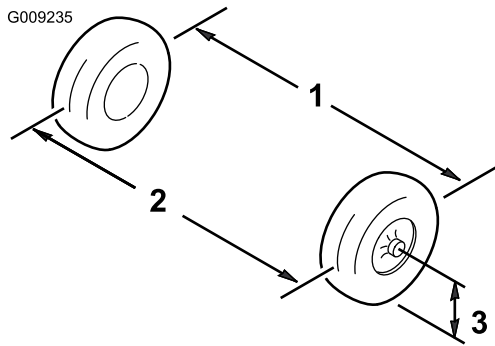

図 32
1. 前輪の前と後ろで、左右のタイヤの中央線間距離を測る；計測はアクスルの高さで行う（図 32）。